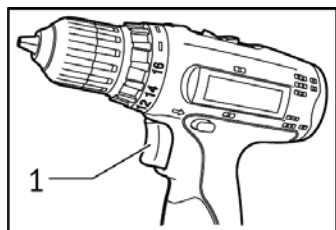

рис.3
муфты крутящего момента (рис.3 поз.3) в положение «СВЕРЛО». В этом положении расцепляющая муфта редуктора будет отключена. При работе в режиме сверления в Вашем распоряжении будет максимально возможный крутящий момент;
-для включения/выключения дрели используйте клавишу выключателя (рис.3 поз.1);